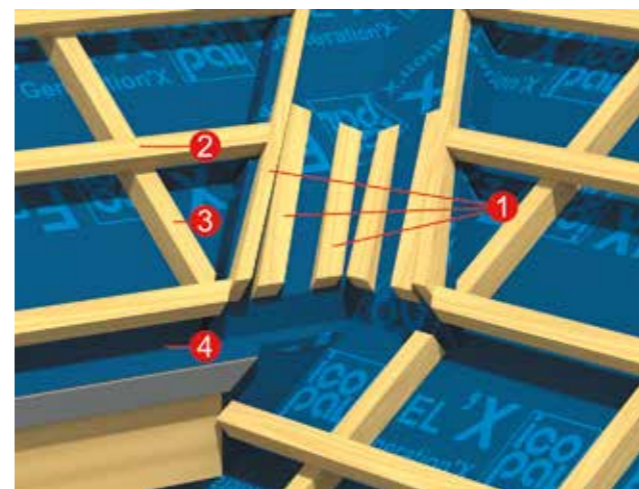

Рисунок 27
5.7.3 Выход ендовы на скат кровли. В случае, если ендова выходит на скат кровли, нижний край ендовы приподнимается на высоту профиля кровельных панелей. Для этого из брусьев шаговой обрешетки изготавливаются клинья длиной 500 мм и высотой 20 мм, которые монтируются на нижней части опорного настила (Рисунок 27).